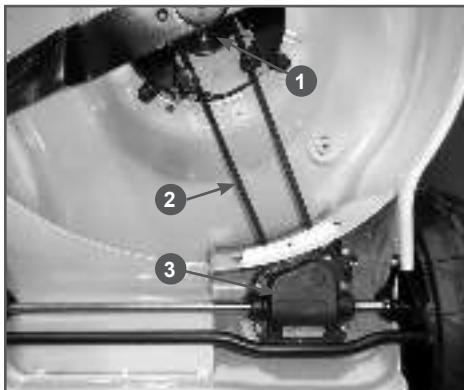

Рис. 29 Проверка состояния ремня привода
3. Попросите помощника нажать рычаг остановки двигателя. Медленно про- ворачивая коленчатый вал двигателя за нож, внимательно осмотрите ремень 2 привода хода на наличие трещин, разрывов, отслоения корда (Рис. 29). При обнаружении повреж- дений ремень необходимо заменить.
2. Снимите старый ремень 2 со шкивов 1 вала двигателя и редуктора 3 (Рис. 29).